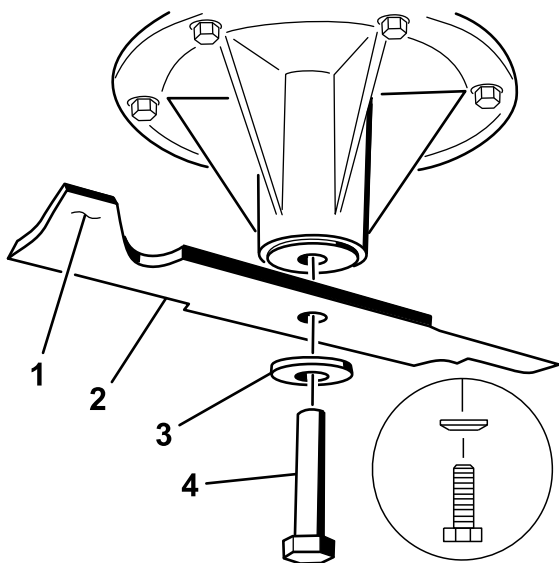

Figura 78
2. Retire del eje el perno de la cuchilla, la arandela curva y la cuchilla (**Figura 78**).
1. Instale la cuchilla en el eje (Figura 78).
2. Instale la arandela curva y el perno de la cuchilla (Figura 78).